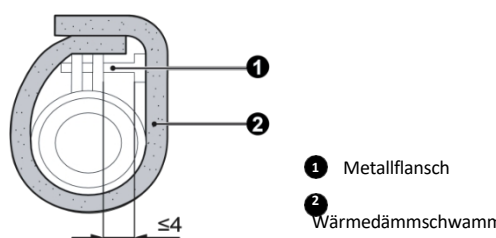

Abb. 4.3.3
- 3 Verwenden Sie die Dichtungsplatte, um die Klemmschelle und den Schlauch zu isolieren, wie in Abb. 4.3.3 dargestellt.